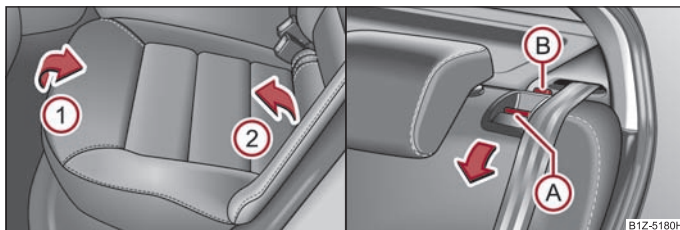

Fig. 50 Abatir la banqueta/desbloquear el respaldo
- Levantar el banco de asiento en el sentido de la flecha ① y abatirlo hacia delante en el sentido de la flecha ② ⇒ fig. 50.
- Presione el botón de desbloqueo (A) y abata el respaldo del asiento hacia delante.
- Cerciórese de que la espiga roja (B) está cubierta ⇒ fig. 50.